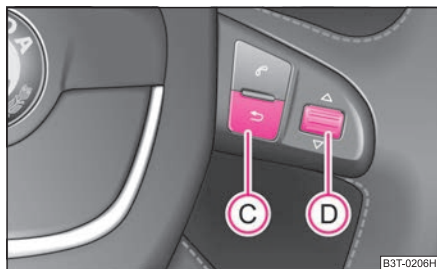

Fig. 13 Pantalla informativa: elementos de manejo en el volante multifunción
- El **MAIN MENU (MENÚ PRINCIPAL)** se activa pulsando la tecla basculante **C** ⇒ fig. 13 durante más de 1 segundo.